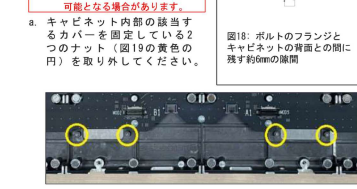

図19: カバーからのナットの取外し
- キャビネット内部の該当するカバーを固定している2つのナット(図19の黄色の円)を取り外してください。